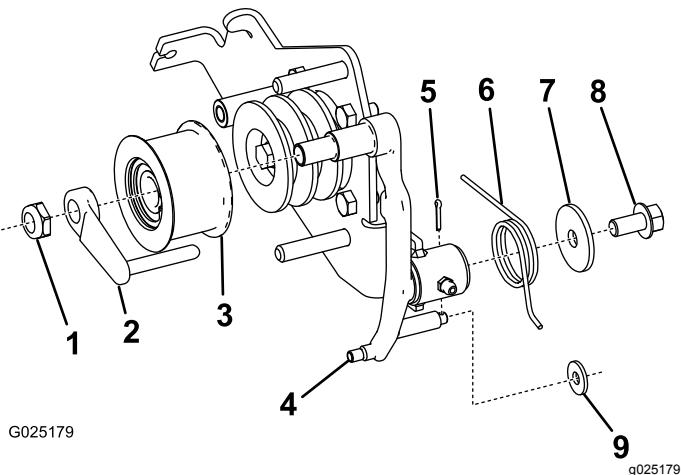

Figura 2
4. Instale a nova alavanca da embraiagem no novo suporte da embraiagem utilizando a mola de aperto, anilha e parafuso da antiga alavanca da embraiagem e do suporte (Figura 2).